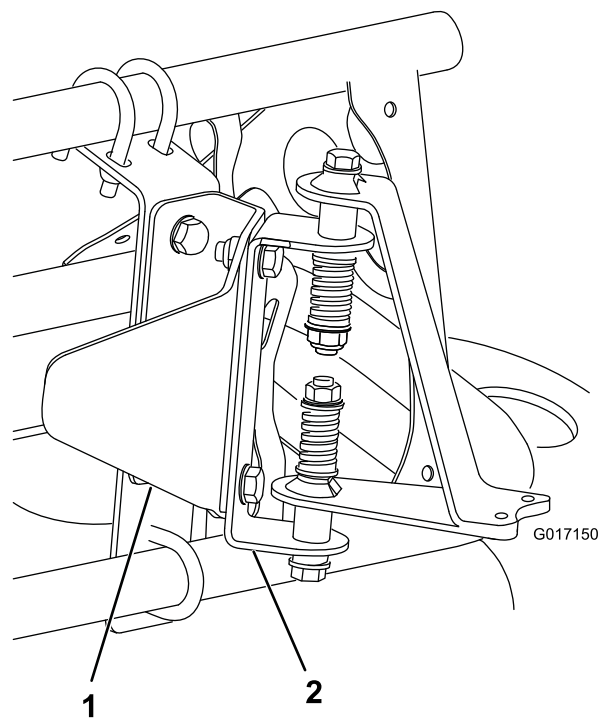
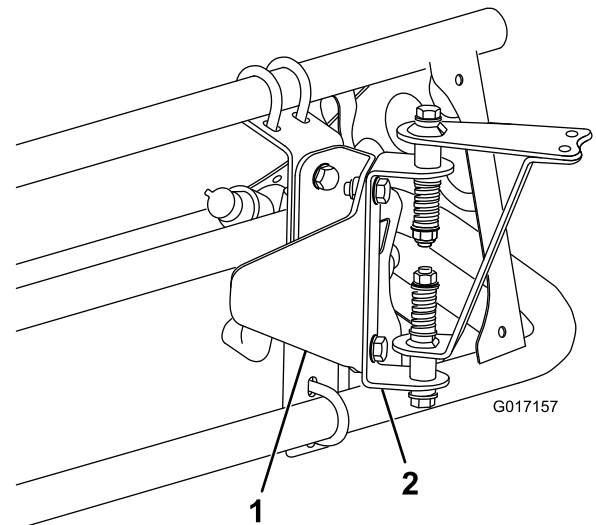

Figura 11
Figura 12
3. Montate sulla staffa di protezione sensore la bulloneria di montaggio del sensore costituita da 2 bulloni (5/16 x 3/4 poll.) e 2 controdadi (5/16 poll.) come mostrato in Figura 11 (per la barra coperta) o Figura 12 (per la barra scoperta).